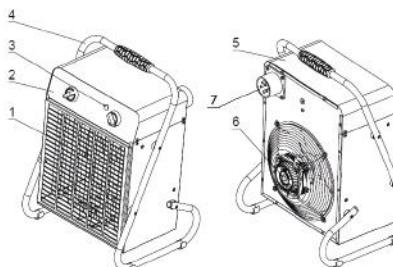

Рис. 1. Модели BHP-M2-15, BHP-M2-20
Несущая конструкция тепловентилятора (см. рис. 1) состоит из корпуса (5) и подставки-ручки (4). Вентилятор (6) расположен в задней части тепловентилятора. Органы управления вынесены на переднюю панель (2), дополнительно на панели располагается индикатор работы нагрева (3). Внутри корпуса расположены трубчатые электронагревательные элементы, закрытые с лицевой стороны тепловентилятора решеткой (1).